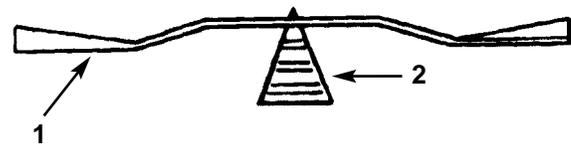

Bild 37
- Die Auswuchtung des Messerbalkens durch Aufziehen auf ein Messerbalken-Auswuchtwerkzeug kontrollieren (Bild 37). Wenn der Messerbalken in horizontaler Stellung verbleibt, ist er ausgewuchtet und kann benutzt werden. Sollte der Messerbalken eine Unwucht aufweisen, etwas Metall von der Rückseite des Messerbalkens